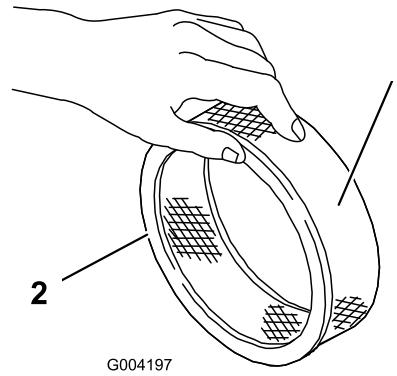

図 20
- ペーパーフィルタに汚れや油汚れ、ゴムシールの傷がないか点検する(図 20)。
- ペーパー・エレメントにスポンジ・エレメントを注意深く取りつける(図 20)。